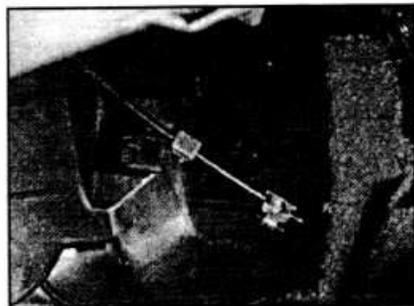

Рис. 3.45. Трос регулировки температуры воздуха, подаваемого отопителем в салон автомобиля.
- Отсоедините троса управления от отопителя. Правый трос управляет регулировкой температуры, а левый трос управляет заслонкой распределения воздуха (см. рис. 3.45).